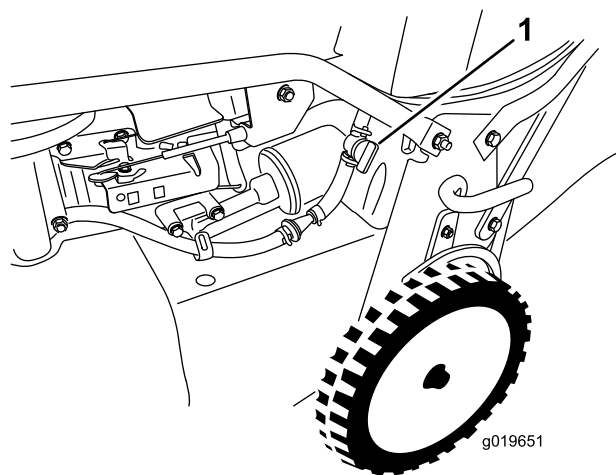

Figura 13
2. Abra la válvula de cierre del combustible (Figura 13).